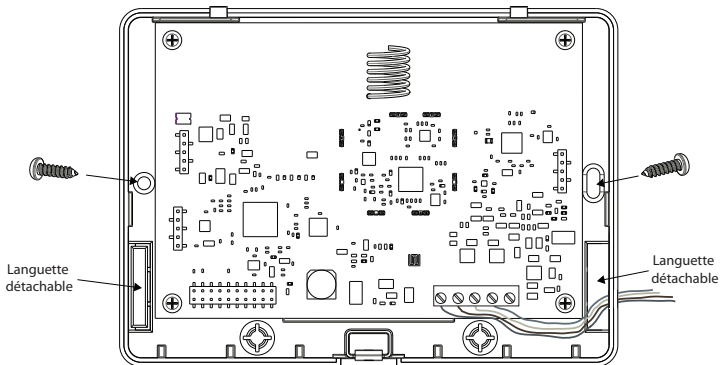

Figure 2
2. Fixez fermement le coffret au mur à l'aide des deux (2) vis fournies. Voir Figure 2.